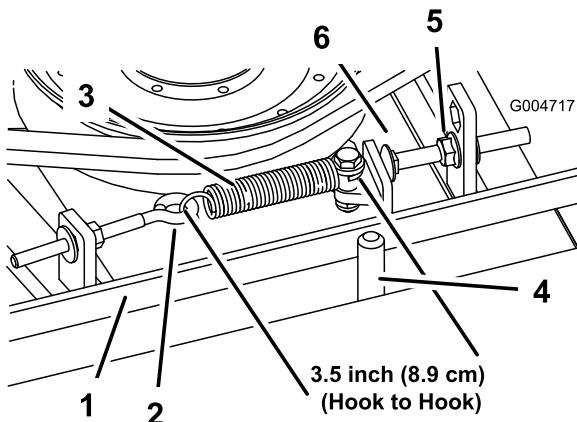

Figure 70
Lorsqu'il est correctement tendu, le ressort d'extension (d'un crochet à l'autre) doit mesurer environ $8,9 \text{ cm} \pm 6 \text{ mm}$ (intérieur). Lorsque le ressort est correctement tendu, ajustez le boulon de butée (boulon de carrossier) jusqu'à obtenir un jeu approximatif de $3 +1,5/0,0 \text{ mm}$ entre la tête du boulon et le bras de la poulie de tension (Figure 70).
Remarque: La courroie doit être placée du côté ressort du guide (Figure 70).
- Desserrez le boulon à œil pour pouvoir enlever le ressort d'extension (Figure 70).
- Desserrez l'écrou à embase qui fixe le boulon de butée à la patte de montage. Reculez l'écrou suffisamment pour que le bras de la poulie de tension passe le boulon de butée (Figure 70). Eloignez la poulie de tension de la courroie pour détendre cette dernière.
- Raccrochez le ressort d'extension (Figure 70) au boulon à œil et tendez la courroie comme suit :